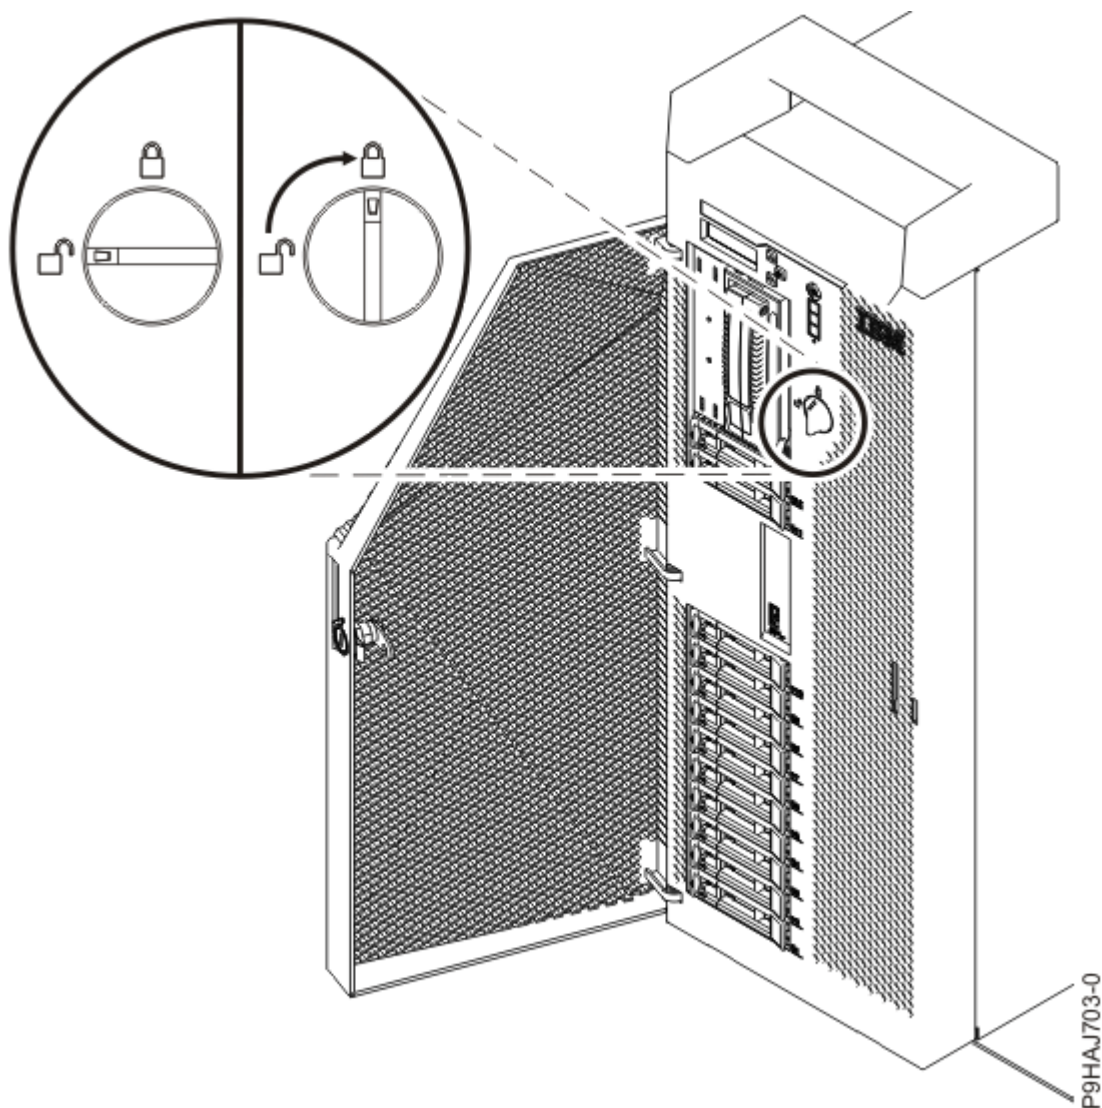

図 47. 前面カバー・ラッチのクローズ
- d) カバー・ラッチを右 (時計回り) にひねってカバーをロックします (49 ページの図 47 を参照)。